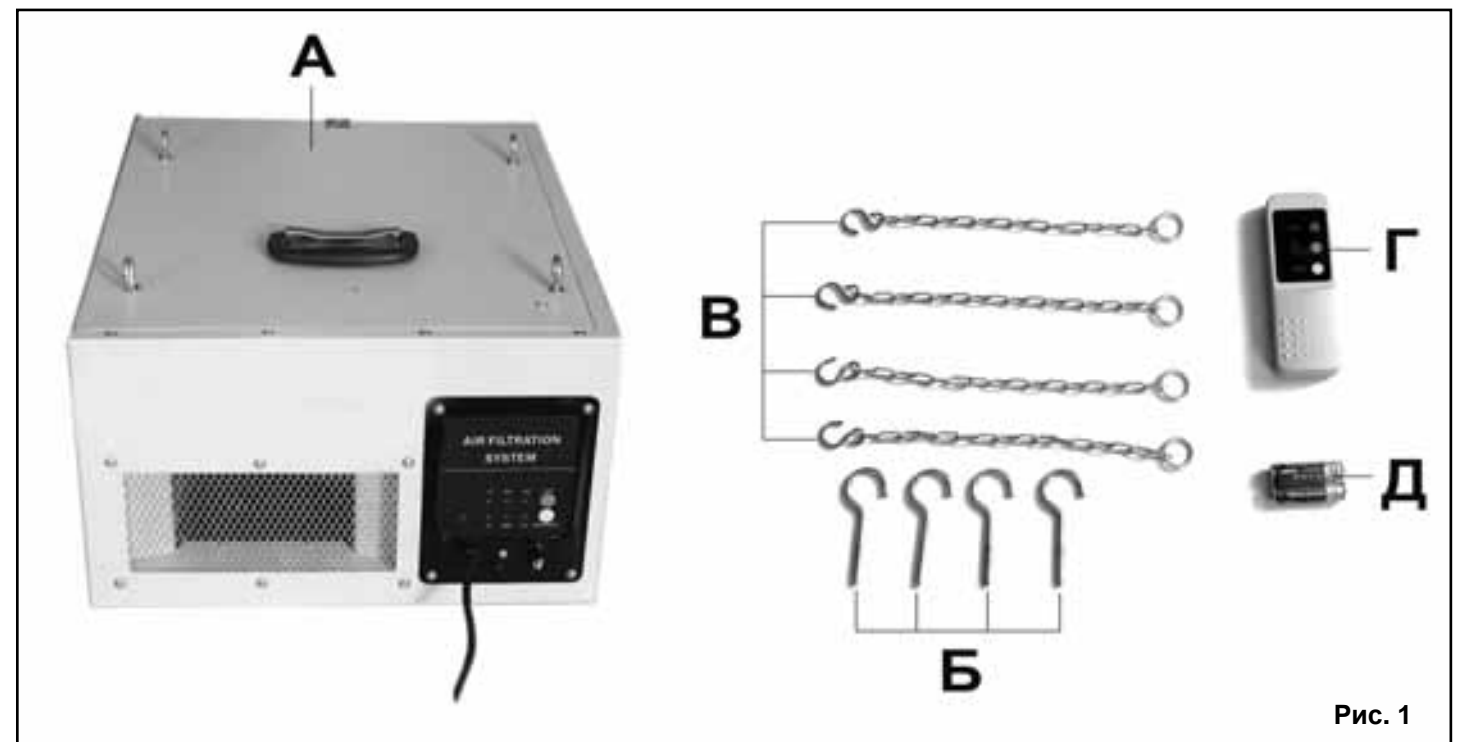
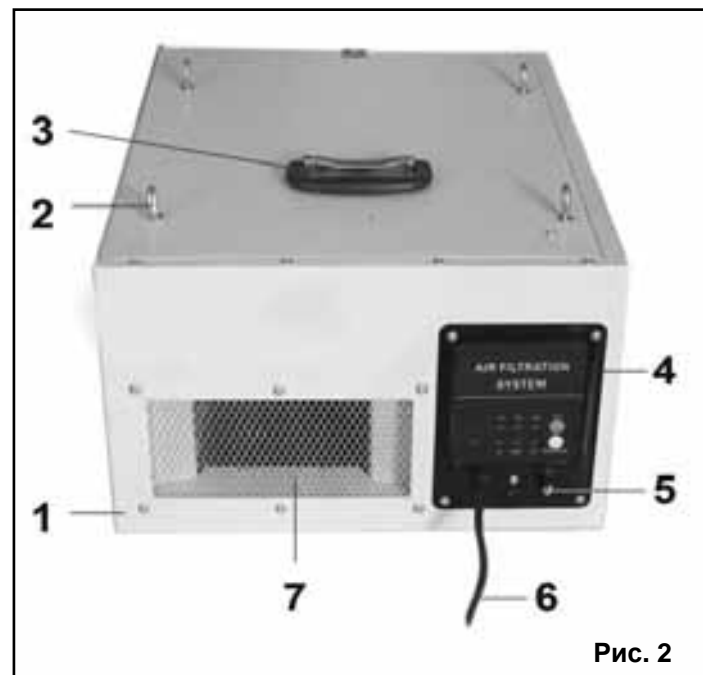

Рис. 1
Рис. 2
### 3. КОМПЛЕКТНОСТЬ (Рис.1)
6.1. Фильтр состоит из следующих сборочных единиц и деталей (Рис. 2):
8.2. Если Вы собираетесь смонтировать и повесить фильтр на цепях (В) Рис.1, то сверните четыре шуруп - крюка (Б), Рис.1, в специально предназначенные гнезда на корпусе фильтра (1) Рис.2.
8.3. Извлеките из упаковки ПДУ (Г) Рис.1 и элементы питания (Д) Рис.1.
8.4. Откройте крышку отсека для батареек ПДУ (Г) Рис.1 и поместите в отсек элементы питания (Д) Рис.1 соблюдая полярность.
8.5. Закройте крышку отсека для батареек ПДУ (Г) Рис.1.
**9.2. Включение фильтра кнопками блока управления (Рис.2, 3).**
**9.3. Включение фильтра с пульта дистанционного управления (ПДУ) (Рис.2, 3).**
10.2.1. Необходимость замены фильтрующих элементов возникает при снижении скорости воздушного потока выходящего из фильтра через выходное окно (7) (Рис.2). Интервал между заменами фильтрующих элементов зависит от степени запыленности очищаемого воздуха и определяется исходя из опыта использования фильтра, но не реже одного раза в год.